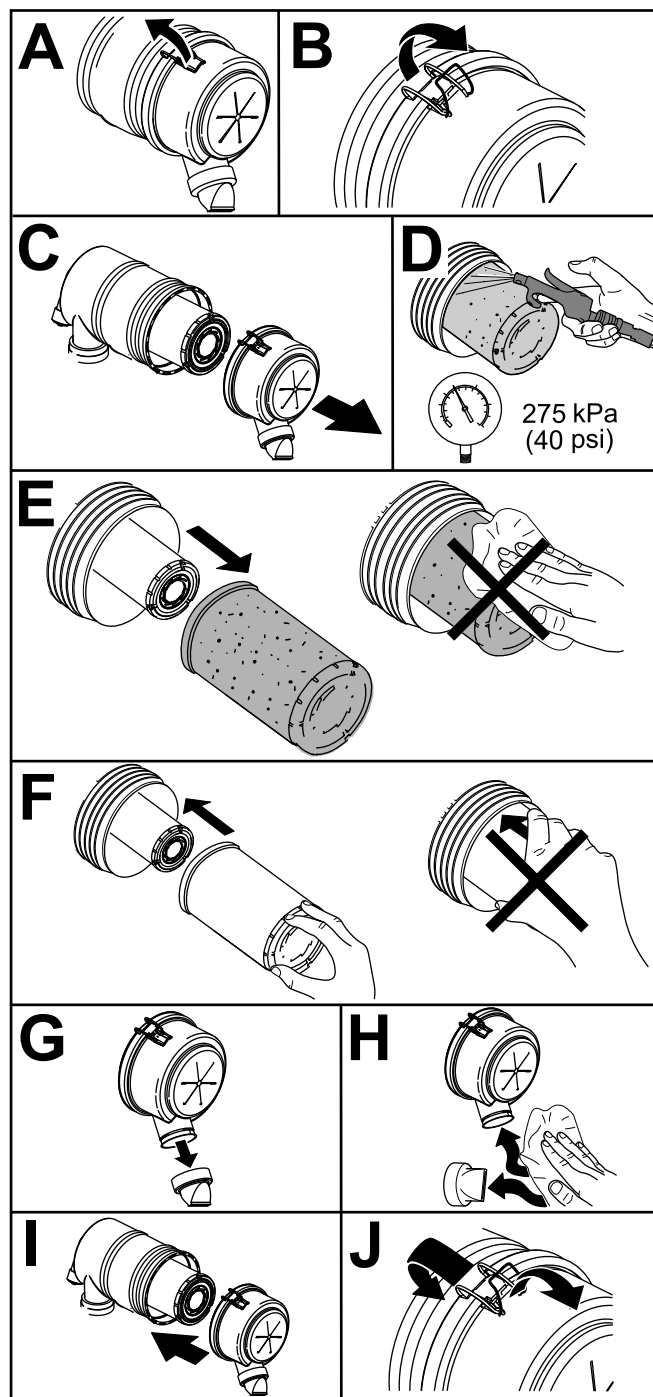

Figure 81
1. Remplacez le filtre à air (Figure 81).